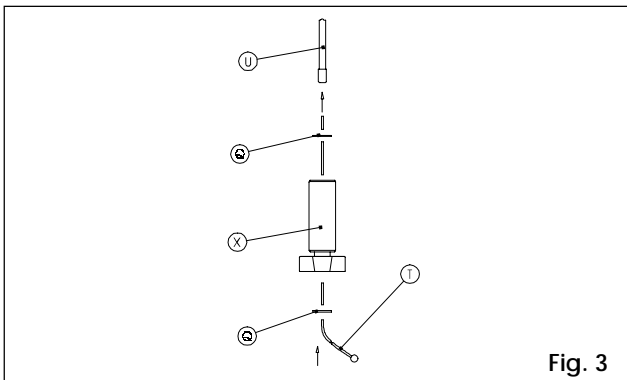

Fig. 3
- 5) Inserire il cavo **T** prima nella rondella **Q**, poi nel pomello **X**, poi nella seconda rondella **Q** e poi nella guaina **U**, come in Fig.3.
- 5) Insert cable **T** firstly in washer **Q**, then in knob **X**, then in the second washer **Q** and finally in sheath **U**, as per fig. 3.
- 5) Insérer le câble **T** tout d'abord dans la rondelle **Q**, puis dans le pommeau **X**, puis dans la deuxième rondelle **Q**, enfin dans la gaine **U** (voir fig. 3).
- 5) Das Kabel **T** zuerst in die Scheibe **Q**, dann in den Kugelgriff **X**, dann in die zweite Scheibe **Q** und in die Ummantlung **U** einstecken, wie in Abb. 3 dargestellt.